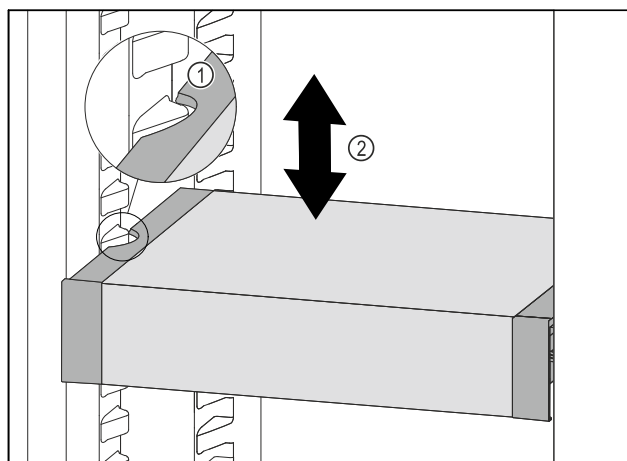

Fig. 201
- Tërhiqni VarioSafe për nga përpara, derisa foletë anësore të VarioSafe të jenë në lartësinë e brinjëve të kutisë në pjesën e ftohjes. Fig. 201 (1)
- Lëvizni VarioSafe për lart ose për poshtë në pjesën e ftohjes, derisa të arrihet lartësia që dëshironi. Fig. 201 (2)